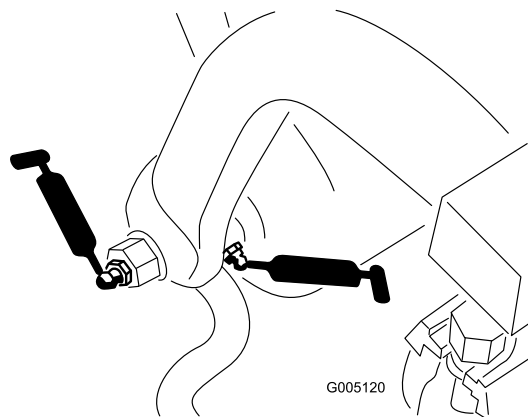

**Figura 37**
- Perno del braccio di sollevamento (3) e cerniera di articolazione (3) (Figura 37)